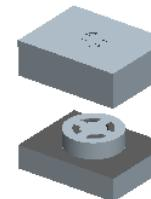

图 18.24 移动后的状态
Step5. 在 **▼ DEFINE STEP (定义步骤)** 菜单中选择 **Done (完成)** 命令，移出后的模型如图 18.24 所示。